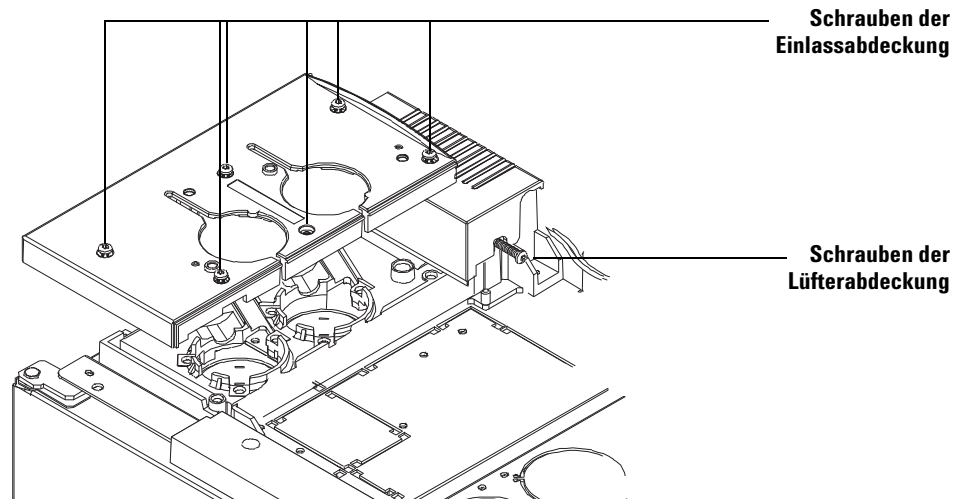

Abb. 2 Entfernen der oberen Abdeckung des Injektionsanschlusses und der Einlassventilatorabdeckung (GCs der Serie 6890)
- 1 Lösen Sie die Torx-T-20-Schraube an der rechten Seite der Ventilatorabdeckung. Die Position der Schraube entnehmen Sie Abbildung 2 auf Seite 43.
- 1 Lösen Sie die sechs Torx-T-20-Schrauben auf der Oberseite der Abdeckung (Abbildung 2).